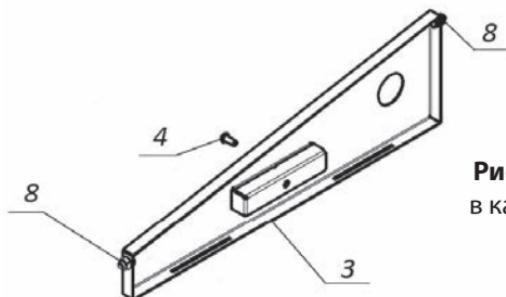

Рис. 10 Боковая стенка корпуса ЭНУ
2.1.3.3 Снять верхнюю крышку (поз. 2, рис. 9). Для этого открутить 4 самонарезных винта на угловых торцах крышки. Отвернуть пробку (поз. 5, рис. 9) и декоративную гайку (поз. 6, рис. 9), после этого выкрутить штуцер отбора пара (поз. 7, рис. 9). Выкрутить из боковых ручек винты (поз. 4, рис. 9, рис. 10). Во внутренней полости уголков корпуса ЭНУ ослабить гайки крепления (поз. 8, рис. 9, рис. 10) передней (поз. 9, рис. 9) и боковых (поз. 3, рис. 9, рис. 10) стенок. Потянув вверх снять боковые и переднюю стенки.
- 2.1.3.5 Установить боковые (поз. 3, рис. 9, рис. 10) и переднюю (поз. 9, рис. 9) стенку совместив выступы металлических вставок (поз. 10, рис. 9) с прорезями в нижних гранях стенок. Затянуть гайки крепления (поз. 8, рис. 9, рис. 10). Завернуть винты (поз. 4, рис. 9, рис. 10) в ручки боковых стенок.